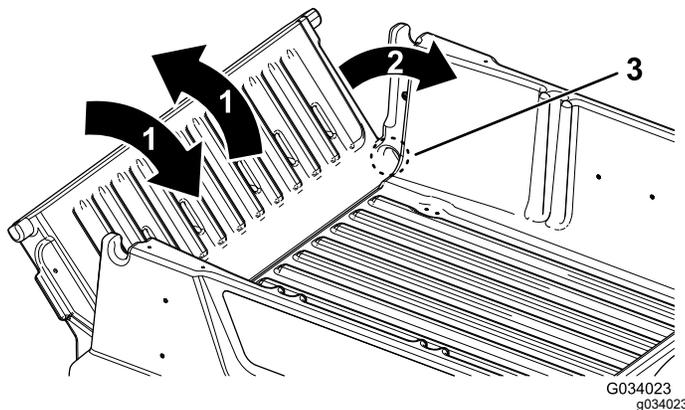

Рисунок 18
- Установите откидной борт в положение под углом приблизительно 45° (Рисунок 18).
- Короткими движениями, встряхивая, переместите откидной борт назад и вперед несколько раз (Рисунок 18).